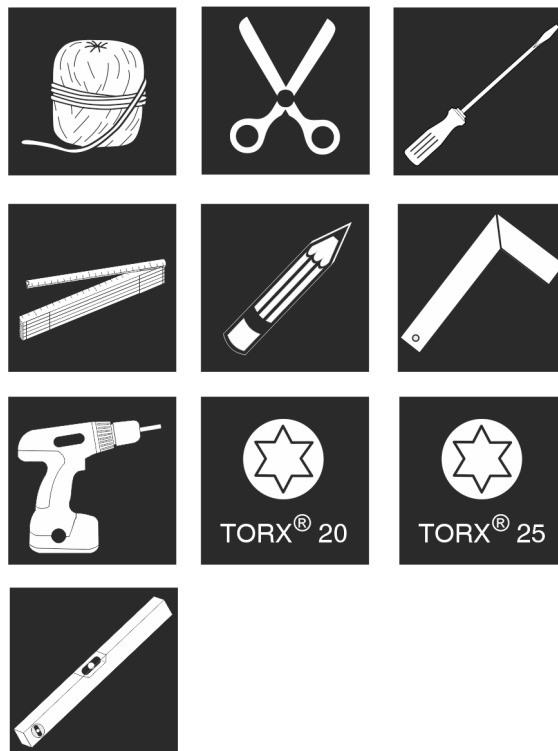

Fig. 9
1. Werkzeug bereitstellen. *Fig. 9 ()*